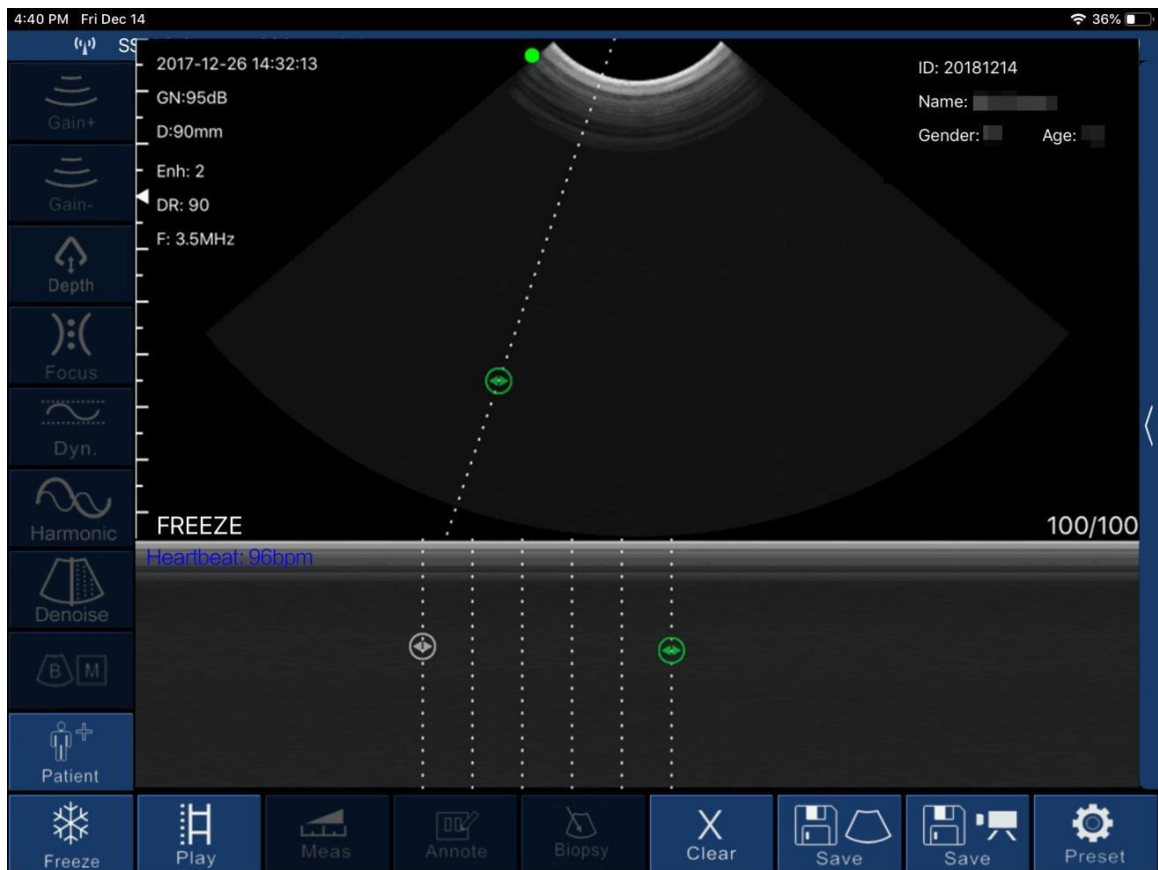

Abbildung 3-7 Messung der Heartbeat-Schnittstelle
Im B/M-Modus kann die Position der Abtastlinie eingestellt werden, indem Sie mit dem Finger auf den beweglichen Kreis auf dem Bildschirm tippen (wie in Abbildung 3-7 gezeigt).
Nach Auswahl der Längenmessfunktion "LENGTH" klicken Sie auf die beiden zu messenden Punkte im eingefrorenen Bildschirm, die Messbahn erscheint, klicken Sie auf den sich bewegenden Punkt auf der Bahnlinie (wie in der Mitte von Abbildung 3-7 gezeigt), bewegen Sie die Bahn und stellen Sie die Länge ein. Die Größe der Echtzeit-Messdaten wird oben rechts auf dem Bildschirm angezeigt. GA (CRL), GA (BPD), GA (GS) und GA (FL) werden auf die gleiche Weise gemessen.